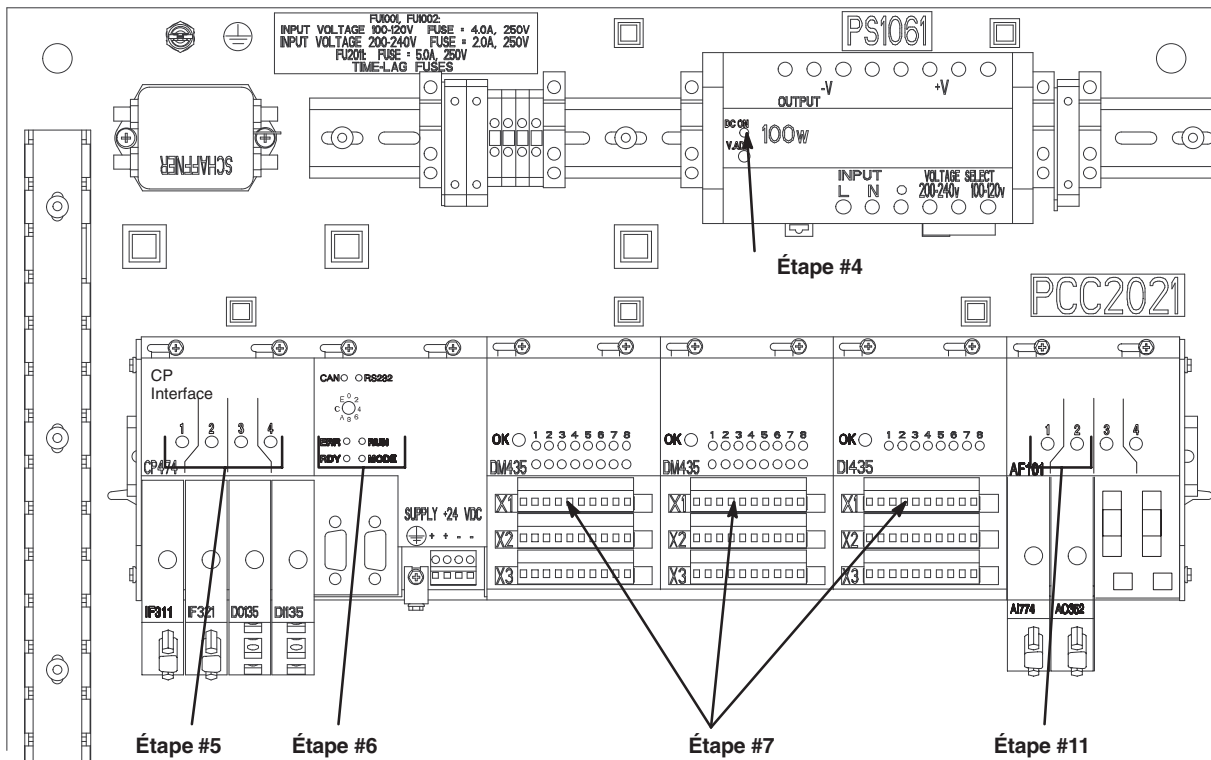

Fig. 3.24
4. Vérifier si la diode lumineuse DC ON de l'alimentation électrique est allumée. Voir Fig. 3.24.
5. Vérifier si les diodes lumineuses 1, 2, 3 et 4 du module d'interface de l'automate sont allumées. Voir Fig. 3.24.
6. Vérifier si les diodes RUN de l'automate sont allumées, si la diode ERR (erreur) est éteinte et si la diode RS232 clignote. Voir Fig. 3.24.
7. Vérifier si les diodes OK sur tous les modules E/S sont allumées. Voir Fig. 3.24.
11. Vérifier si les diodes 1 et 2 du module d'interface analogique sont allumées. Voir Fig. 3.24.